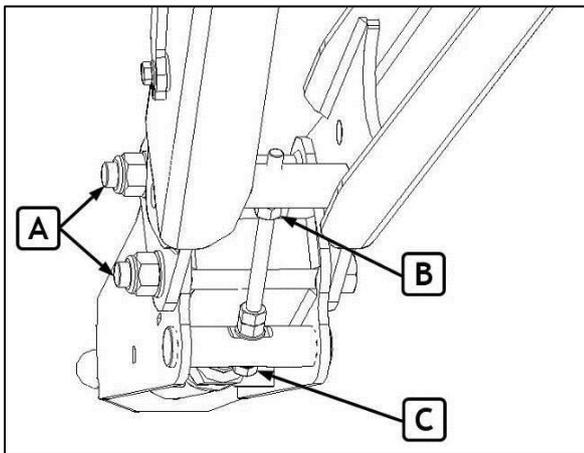

Рис.13 Зацеп
- Приведите зацеп в горизонтальное положение, ослабив контргайку (Рис. 13 В) и воздействуя на регулировочный винт (Рис. 13 С).5 Затяните гайки дышла с помощью динамометрического ключа